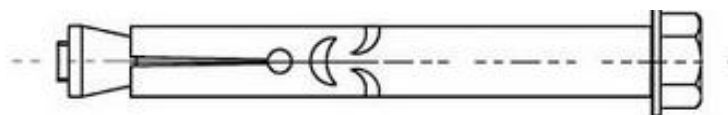

Рисунок 7.4.1 – Анкерный болт
3) В отверстия установить анкер (рис. 7.4.1).